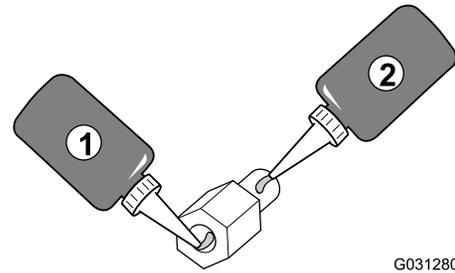

Figura 5
2. Aplique una capa de fijador de roscas (capilar – resistencia media alta) a las roscas de la porción de la tuerca del separador roscado (Figura 5).
4. Aplique una capa de fijador de roscas (capilar – resistencia media alta) a las roscas de la porción del espárrago del separador roscado (Figura 5).